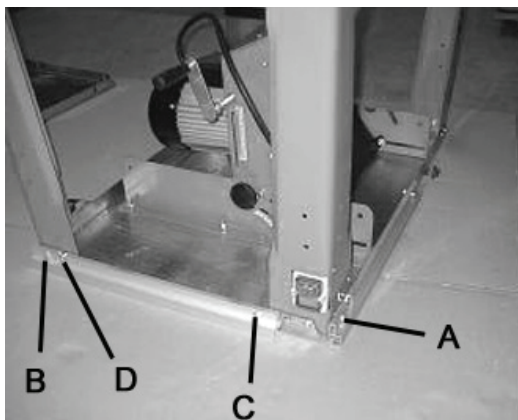

Abb. 10
- Ziehen Sie die Schrauben auf Position A und B fest. Drehen Sie die Schrauben auf die Positionen C und D so, daß die Enden der Schrauben auf die gleichen Ebene wie die Schraubenmutter aufliegen (siehe Abb. 10).